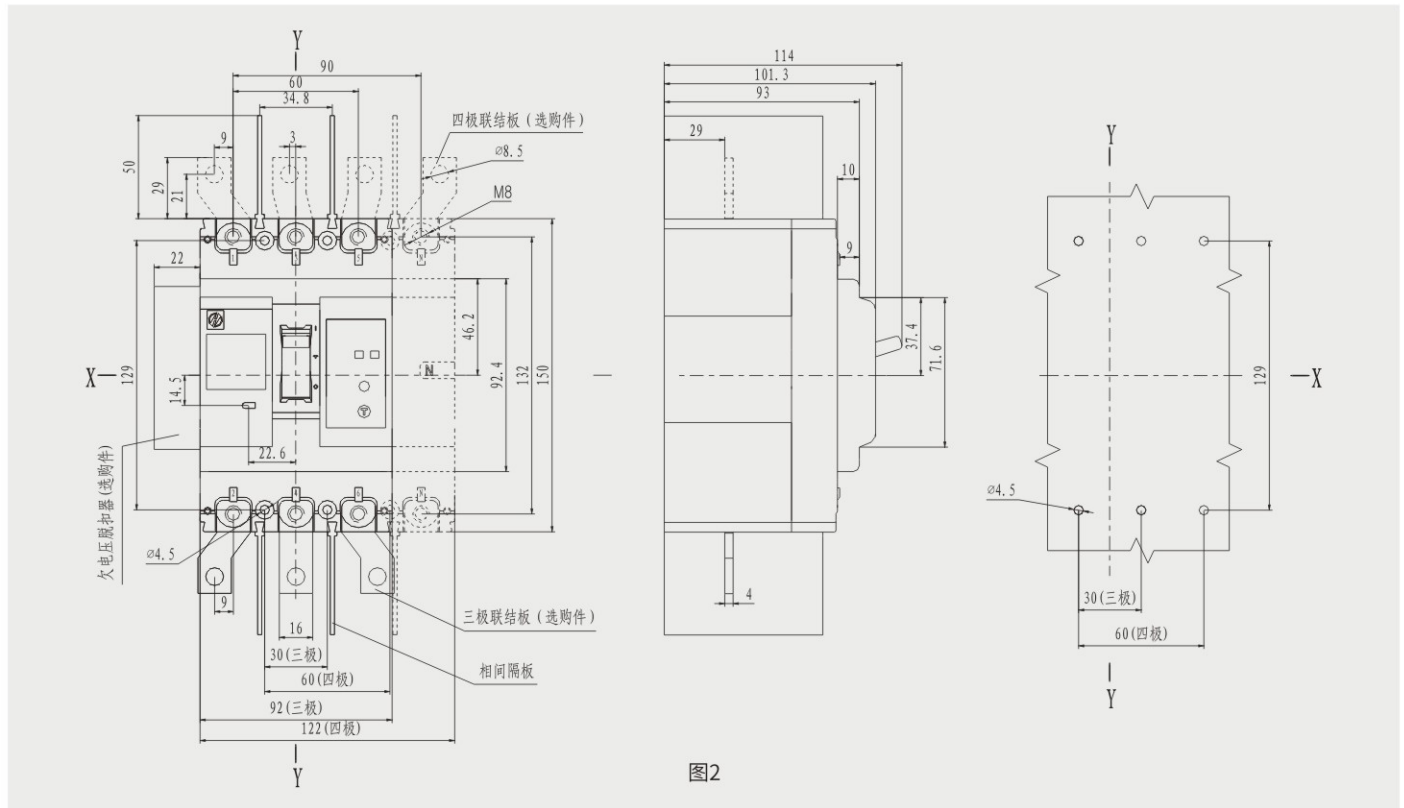

图2
1. HSL6-100 (H、L) 板前接线外形及安装、开孔尺寸 (三极、四极) 见图2